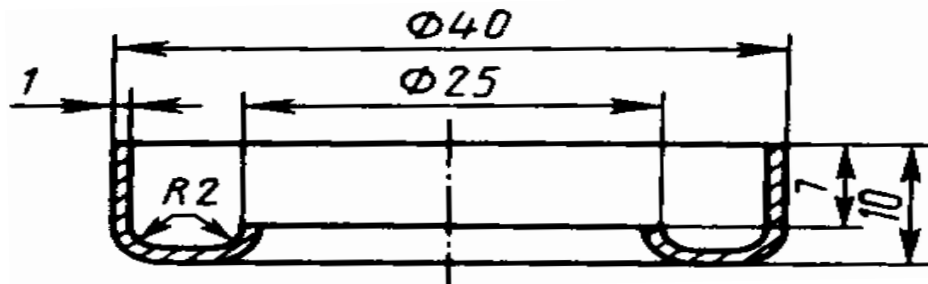

Рис. 33
2. Разработайте процесс изготовления детали (рис. 33) методом холодной листовой штамповки. При выполнении работы следует: установить технологические операции, необходимые для получения детали; определить размеры заготовки; установить вид исходного материала, привести его химический состав и механические свойства; изобразить схему раскроя и определить коэффициент использования материала; выполнить необходимые технологические расчеты; определить технологические зазоры между